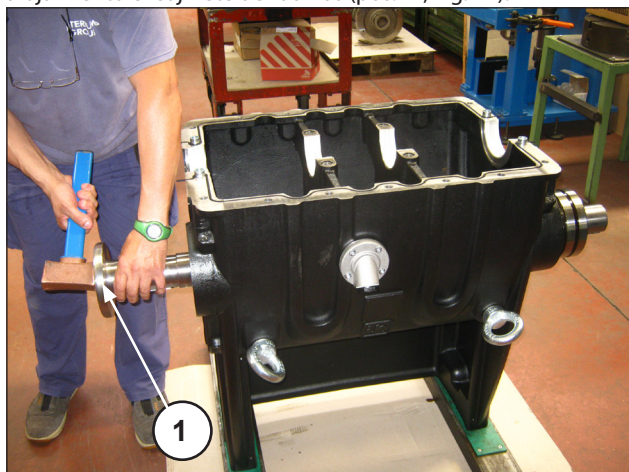

Fig. 47
Extraer el eje PTO de uno de los dos lados utilizando un extractor de percusión con tampón para extraer de su alojamiento el cojinete de rodillos (pos. ①, Fig. 47).